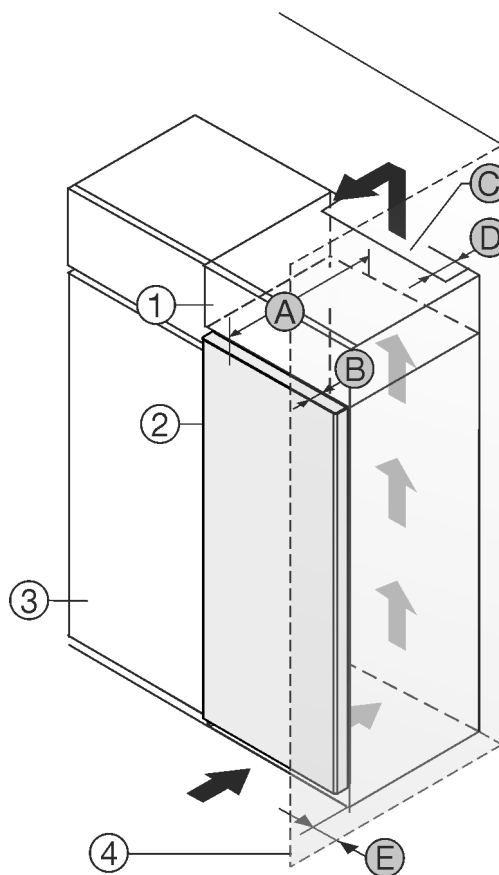

Fig. 1
- (1) Nastavná skříňka *
- (2) Příklad *
- (3) Kuchyňská skříň *
- (4) Stěna *
- (A) Hloubka přístroje *
- (B) Hloubka dvířek *
- (C) Ventilační průřez *
- (D) Vzdálenost zadní strany přístroje *
- (E) Vzdálenost k zadní straně přístroje *
Můžete přístroj nainstalovat přímo vedle kuchyňské skříňky Fig. 1 (3)*.
Na zadní straně nastavné skříňky musí být větrací šachta hluboká Fig. 1 (D) přes celou šířku nastavné skříňky.*
Pod stropem místnosti musí být dodržen ventilační průřez Fig. 1 (C)*.
Když přístroj instalujete závěsy vedle stěny Fig. 1 (4), musí být vzdálenost mezi přístrojem a stěnou minimálně 13 mm.*
Aby bylo možné dvířka plně otevřít, musí přístroj přesahovat o hloubku dvířek Fig. 1 (B) vůči přední linii kuchyňské skříňky. V závislosti na hloubce kuchyňských skříňek Fig. 1 (3) a použití vymezených odstupů od stěny může přístroj vyčnívat dále.*